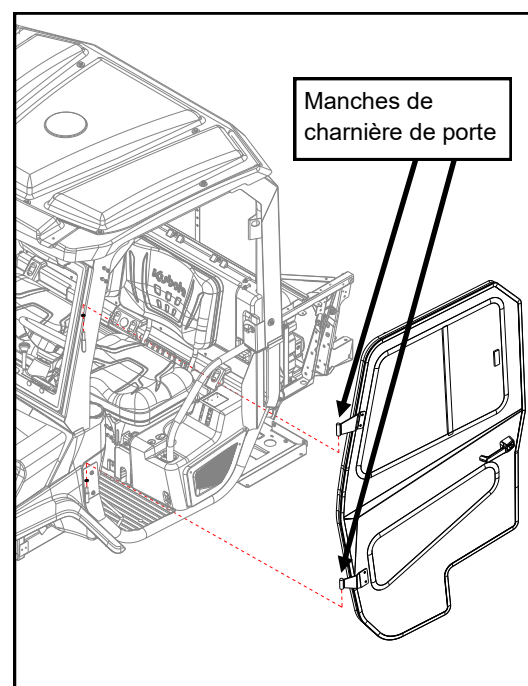

Fig. 17
17. Tenir la porte perpendiculaire au véhicule, abaisser les manches de charnière de la porte sur les broches de charnière sur le véhicule (voir fig. 17). Remarque : Si les manches de charnière ne s'alignent pas avec les broches de charnière, desserrez les charnières installées en usine jusqu'à ce que les attaches soient serrées, puis répétez cette étape, en alignant les manches sur les broches, au besoin.
19. Fermez doucement la porte, en soulevant sur la poignée de la porte si nécessaire, pour permettre au verrou de verrouiller autour de la goupille de l'attaquant. Assurez-vous d'avoir entendu (2) clics du verrou. Utilisez un long bord droit pour vous assurer que les charnières sont en ligne les unes avec les autres.
20. Avec un assistant assis à l'intérieur du véhicule, serrez les vis et les écrous de charnière (4) 1/4-20, s'ils sont desserrés à l'étape 17.